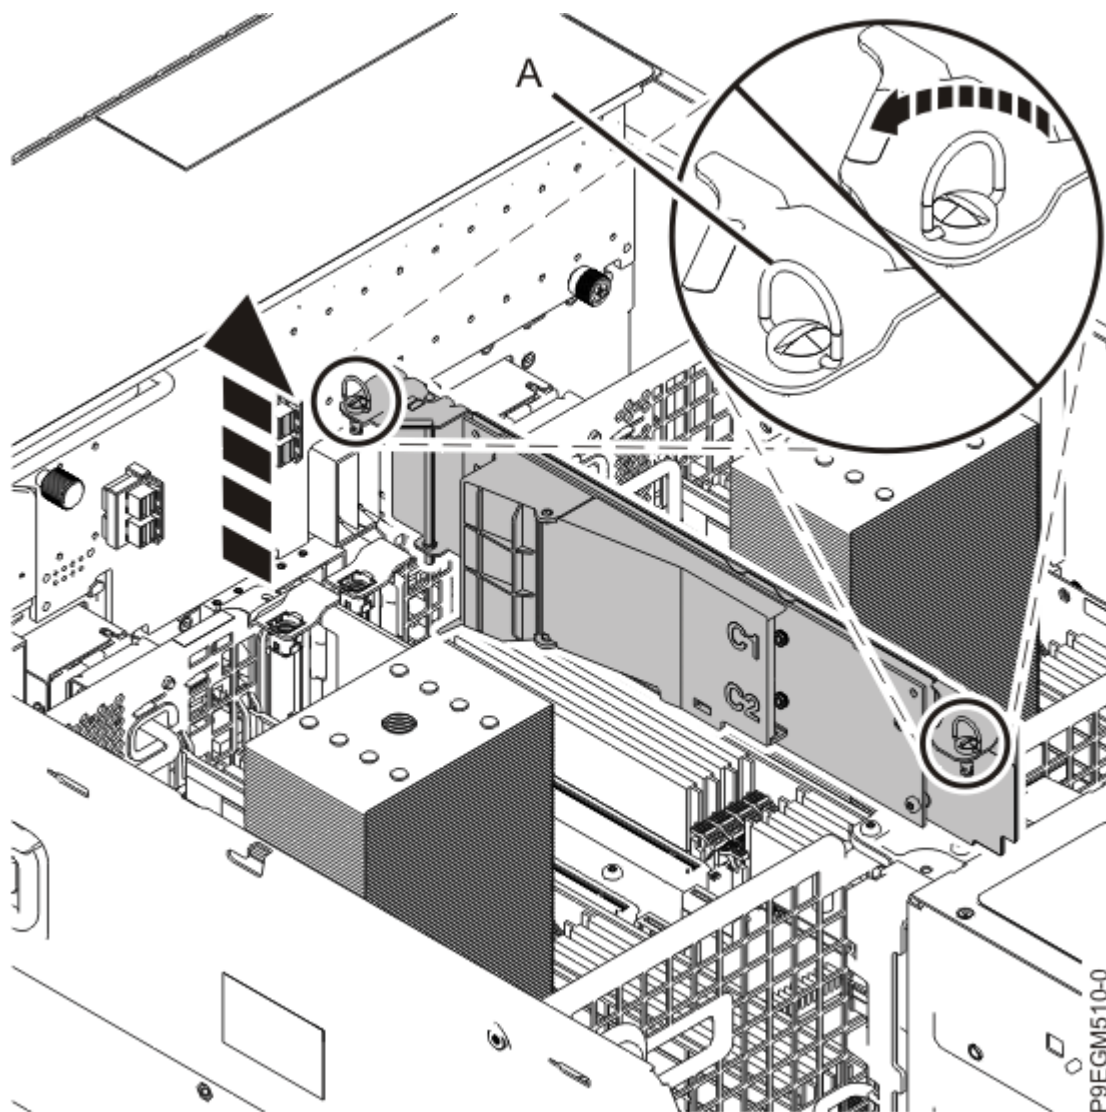

図 26. NVMe M.2 キャリア・カードの取り外し
4. NVMe M.2 キャリア・カードを持ち上げてスロットから取り出します (32 ページの図 26 を参照)。